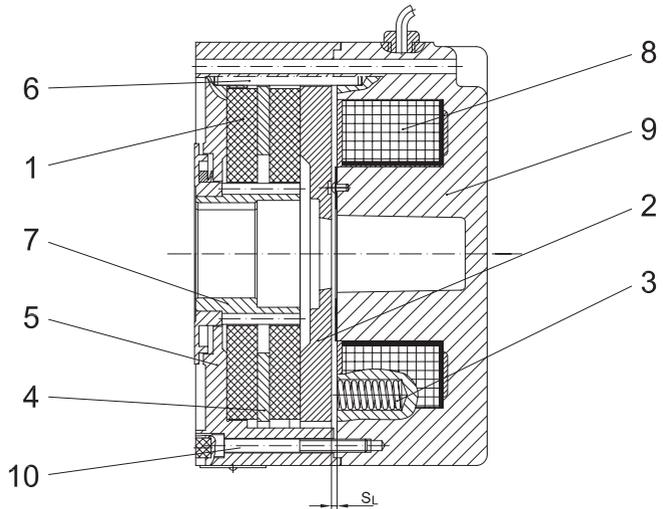

Figure 1: Freins à ressort à deux disques de la série Z..
- 3 Fonctionnement** Le principe de fonctionnement est expliqué à l'aide du frein à ressort à deux disques (série Z..) illustré dans la figure 1.
A partir de la variante représentée dans la figure 1, tous les freins peuvent en plus être équipés des options suivantes:
Pour tout montage ultérieur, l'entraîneur (7 dans la figure 1) doit d'abord être réchauffé à environ 80° C et placé sur le bout d'arbre prolongé du rotor.